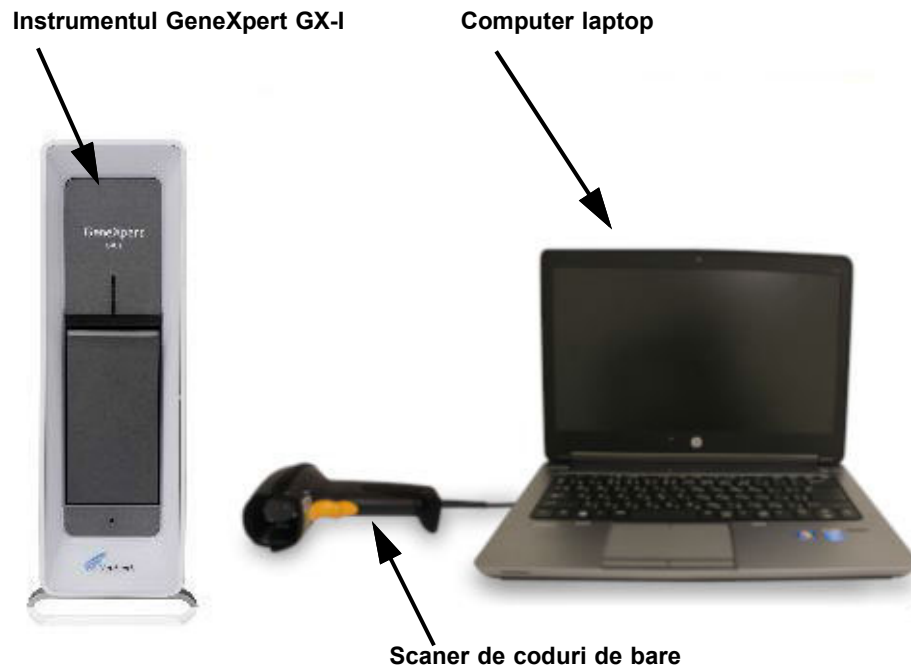

Figura 1-2. Componente hardware GeneXpert GX-I (afișate cu computerul laptop)
- Instrumentul GeneXpert se referă doar la componentele utilizate pentru procesarea probelor. Consultați Figura 1-2, Figura 1-3, Figura 1-4, Figura 1-5, Figura 1-6, Figura 1-7, Figura 1-8 și Figura 1-9 pentru exemple de instrumente GeneXpert.